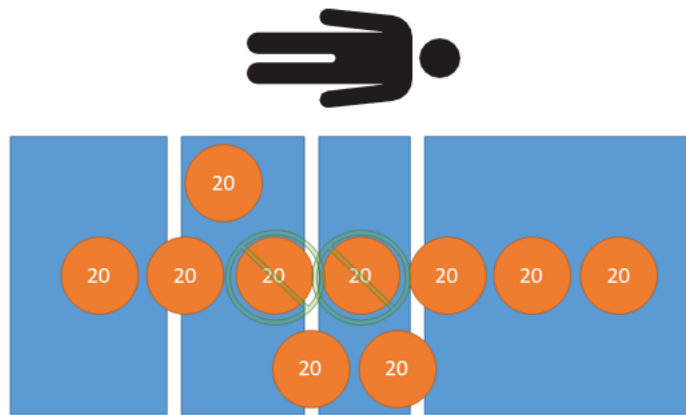

Abbildung 31 – Tara-Prüfung – 160 kg netto
6. Mit kalibrierten Gewichten 160 kg auf das Produkt legen (Abbildung 31).
8. Mit kalibrierten Gewichten 160 kg auf das Produkt legen (Abbildung 31).